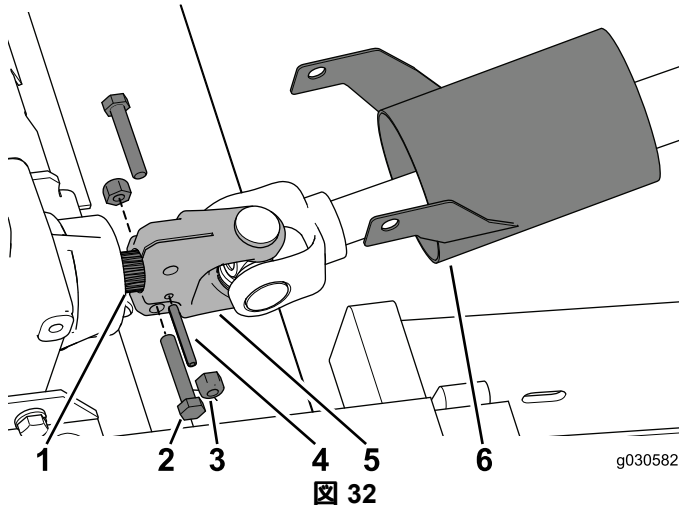

図 32
3. エンドヨークをギアボックスのシャフトに固定しているボルト2本、ロックナット、ロールピンを外して脇に置く 図 32。